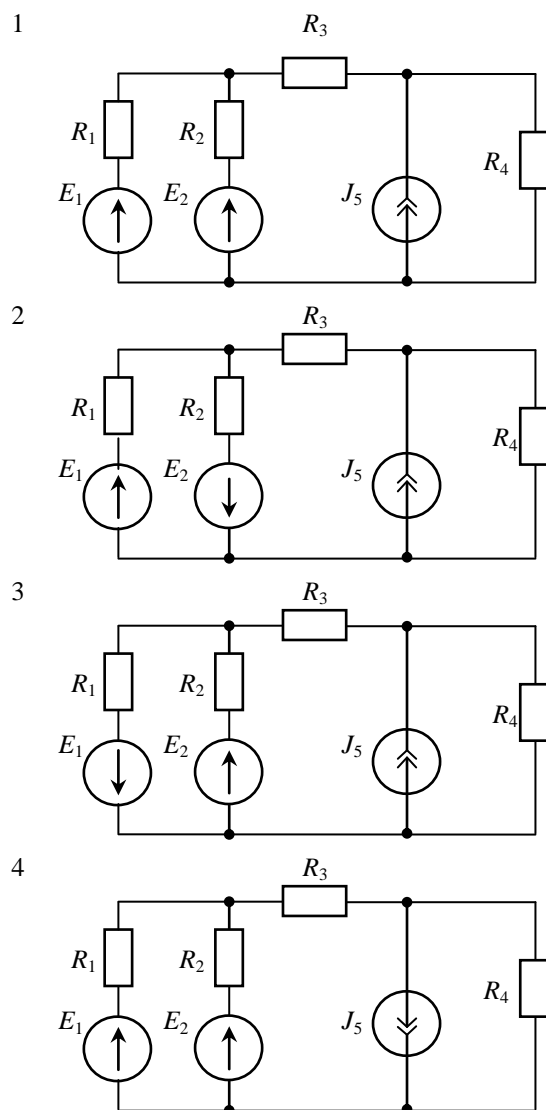

Рис.5. Варианты электрических схем для исследования методов расчета
1. Нарисовать электрическую схему (рис.5), значения установить из табл.1:
8. Заменить электрическую схему - активный двухполюсник (см. рис.5) эквивалентной схемой замещения: